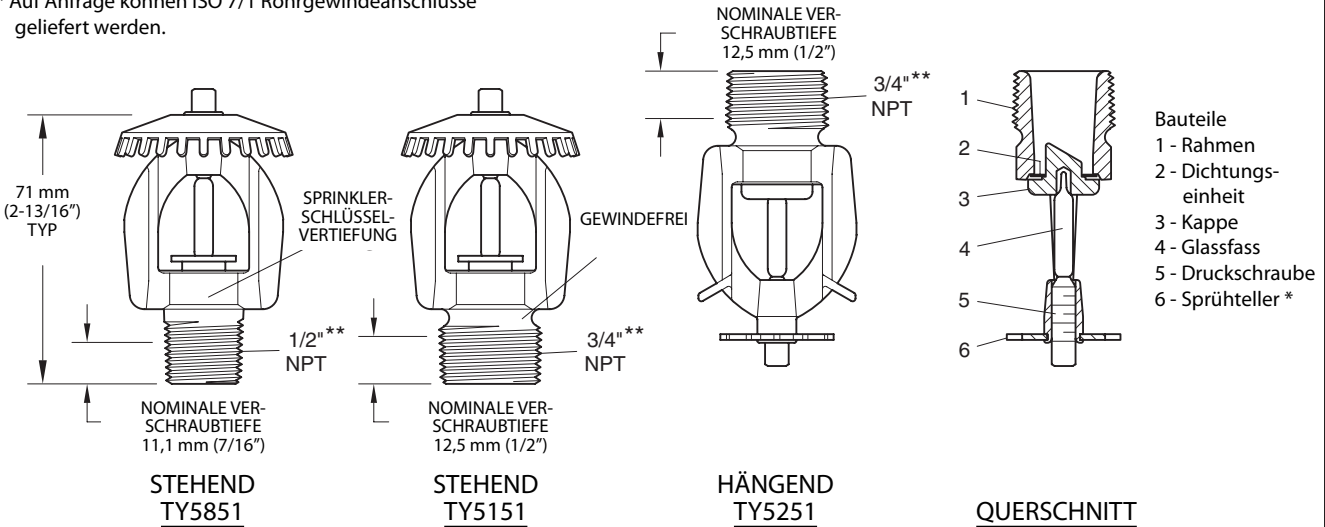

ABBILDUNG 1
Die stehenden und hängenden Sprinkler (siehe Abb. 1) der Serie ELO-231B mit K-Faktor 160, Standard Ansprechverhalten und Standard Sprühbereich sind automatische Sprinkler mit zerbrechlichem Glasfass. Es sind "Schirmsprinkler mit Standard Ansprechverhalten", die Wasser halbkreisförmig unterhalb des Sprühtellers verteilen.
Schritt 3: Sprinkler im Anschlussstück festziehen. Dabei darf nur ein Sprinklerschlüssel W-Type 3 verwendet werden (siehe Abb. 2), außer es ist ein 200 mm oder 250 mm (8" oder 10") verstellbarer Schweizer Schraubenschlüssel für wachsbeschichtete Sprinkler nötig. Der Sprinklerschlüssel W-Type 3 oder der verstellbare Schweizer Schraubenschlüssel, je nach Fall, ist, wie in Abb. 1 dar-